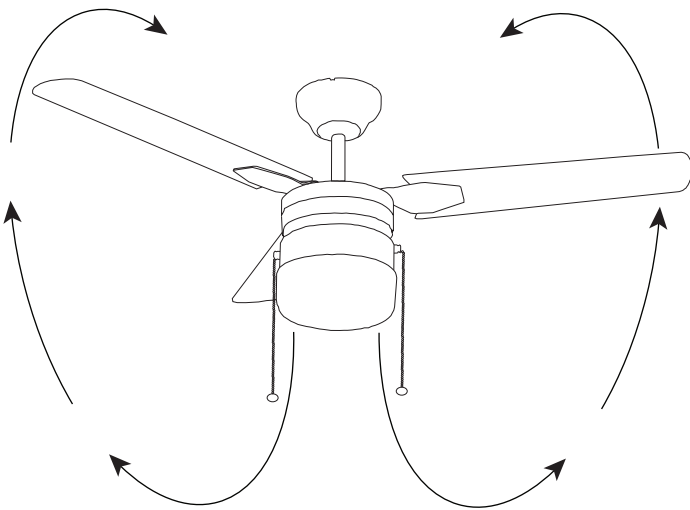

Figura 17
**Clima cálido - (Hacia adelante)** Un flujo de aire hacia abajo crea un efecto de enfriamiento como se muestra en la Figura 17. Esto le permite ajustar su acondicionador de aire a un ajuste más alto sin afectar su comodidad.